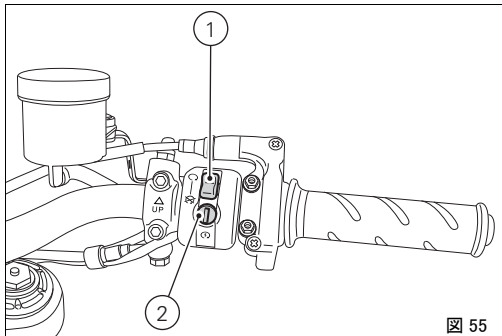

図 55
- 2) エンジン停止スイッチ (1、図 55) が ○(RUN) の位置になっていることを確認し、始動ボタン (2) を押します。